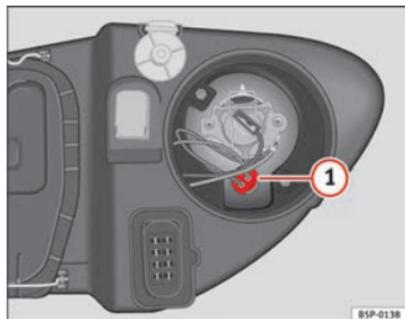

Fig. 189 Luz de presença
- Extrair o porta-lâmpadas ⇒ Fig. 189 **1** para fora.